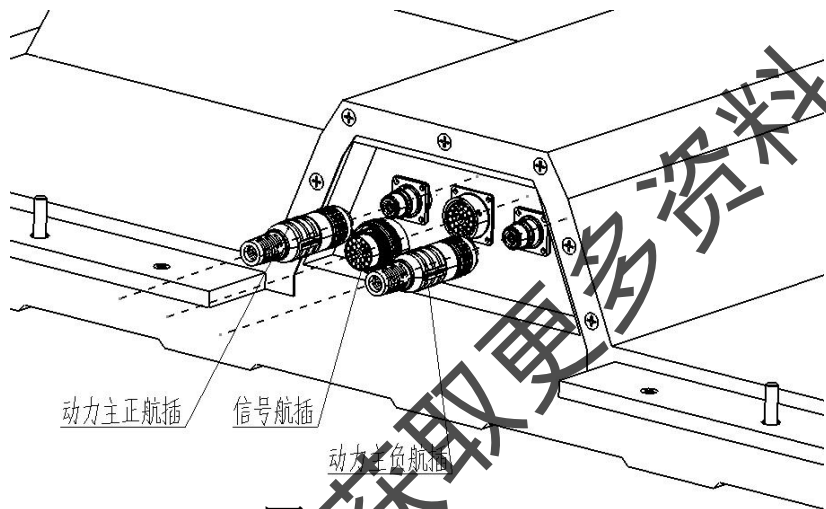

图4-1
(3).将动力电池主正、主负航插以及信号航插断开（如图4-1所示）。